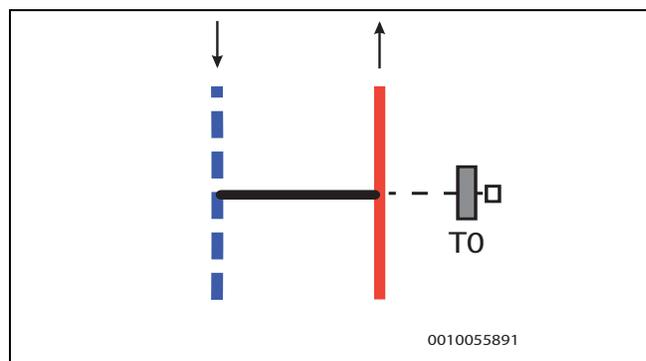

Fig. 10 Modèle droit du by-pass
- La sonde de température de départ T0 est installée au raccordement départ du by-pass → Figure 10.